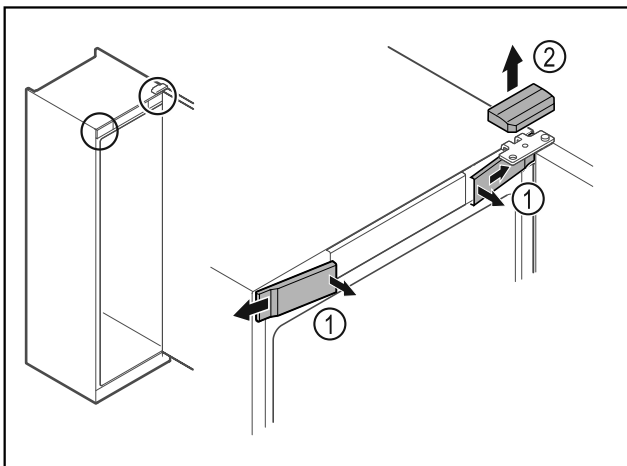

Fig. 11
- Ξεκουμπώστε εσωτερικά τα μπροστινά καλύμματα Fig. 11 (1) και αφαιρέστε τα προς το πλάι.
- Αφαιρέστε προς τα επάνω το επάνω κάλυμμα Fig. 11 (2).